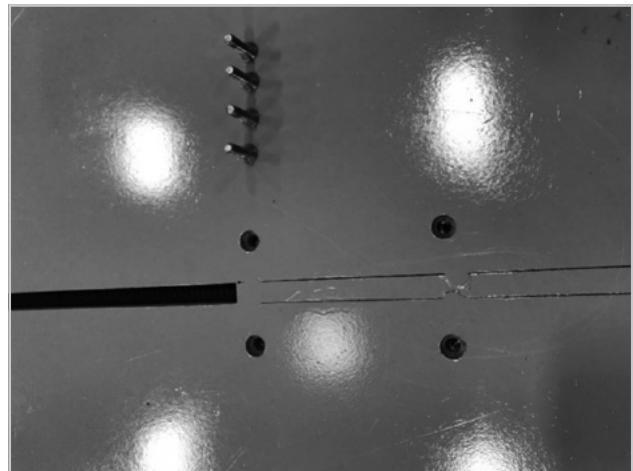

Figure 78
8. Enlever les vis du support du moteur de l'autre côté de la table (figure 78)